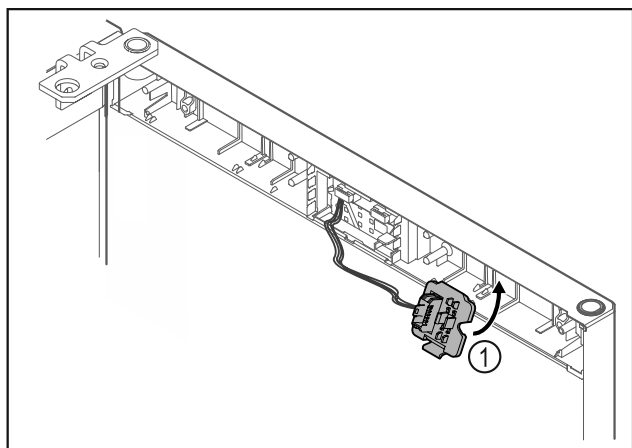

Fig. 24
- ▶ Zatrzasnąć uchwyt wtyczki Fig. 24 (1) po przeciwnej stronie.